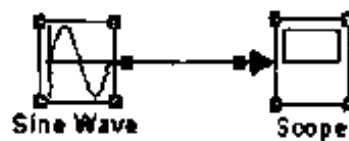

图 3.7 选择多个对象的步骤 3
(3) 放开鼠标键,则所有被虚线框框住的模块和线(即使它们只有一部分被框住)就被选中了,如图 3.7 所示。